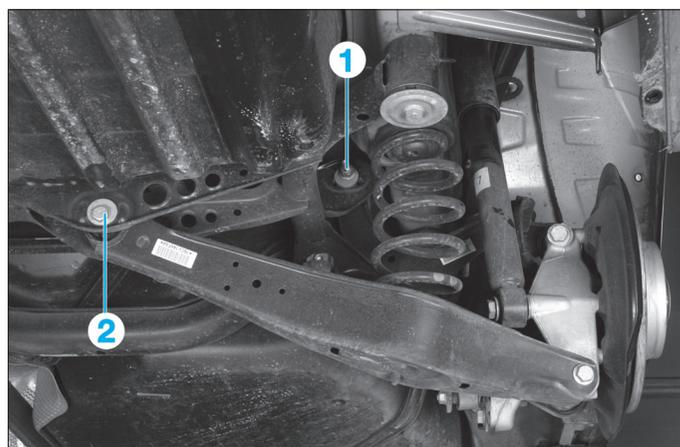

Fig. 3
Le carrossage se règle en tournant l'excentrique (1) du bras transversal supérieur (Fig.3).
Le parallélisme se règle en tournant l'excentrique (2) (Fig.3).